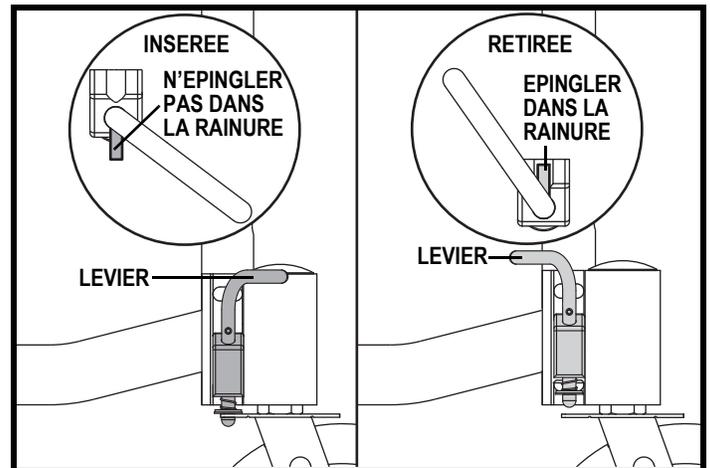

Figure 13. Utilisation des goupilles de blocage de roues avant
1. Tournez le levier pour que la goupille de sécurité ne soit pas dans la rainure afin d'insérer la goupille de blocage. **Voir la figure 13.**
2. Tournez le levier pour que la goupille de sécurité soit dans la rainure afin de retirer la goupille de blocage. **Voir la figure 13.**